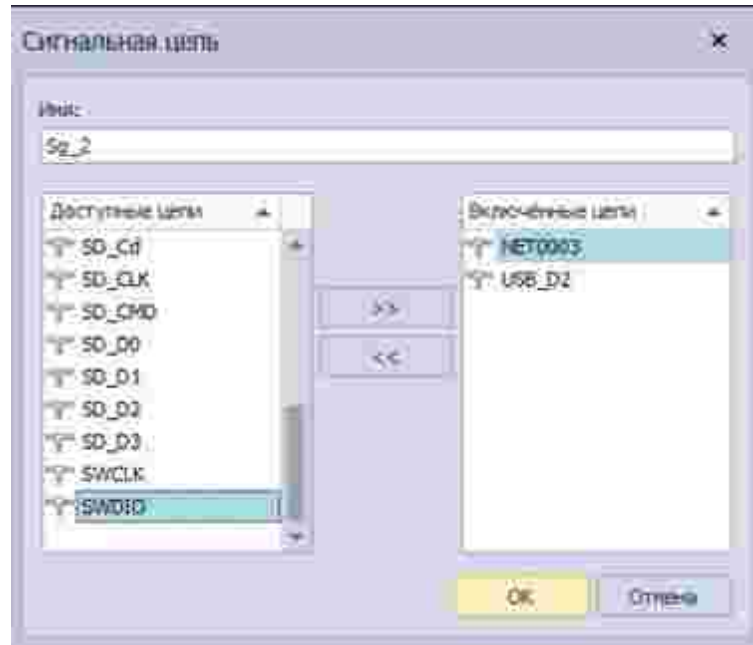

Рис. 267 Создание сигнальной цепи
2. В открывшемся окне задайте имя сигнала и отберите цепи участвующие в сигнале, Рис. 267.